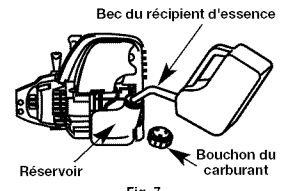

Fig. 7
1. Déposez le bouchon à essence (Fig. 7).
2. Placez le bec du récipient d'essence dans l'orifice du réservoir (Fig. 7) et remplissez celui-ci.